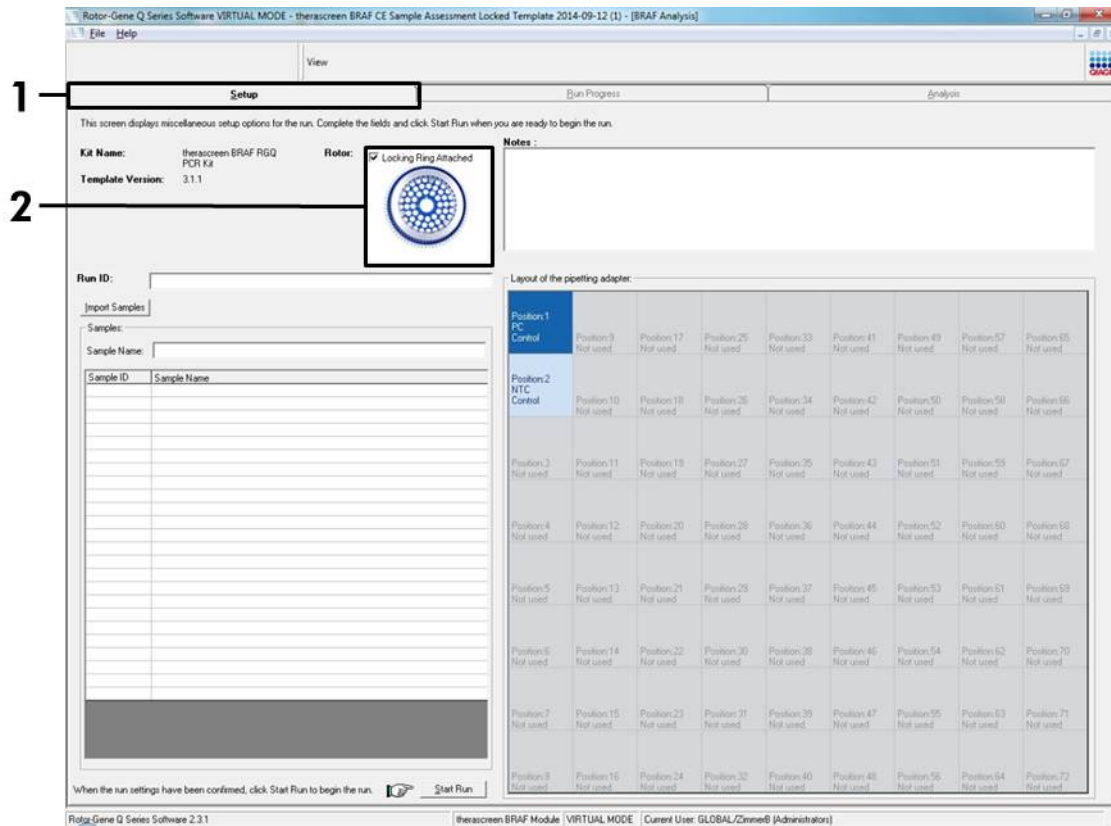

Bild 3. Fliken "Setup" [Konfiguration] (1) och rutan "Locking Ring Attached" [Låsring fast] (2).
10. Fliken "Setup" [Konfiguration] visas som standard (bild 3). Kontrollera att låsringen sitter fast ordentligt och markera kryssrutan "Locking Ring Attached" [Låsring fast]. Stäng locket på instrumentet Rotor-Gene Q.